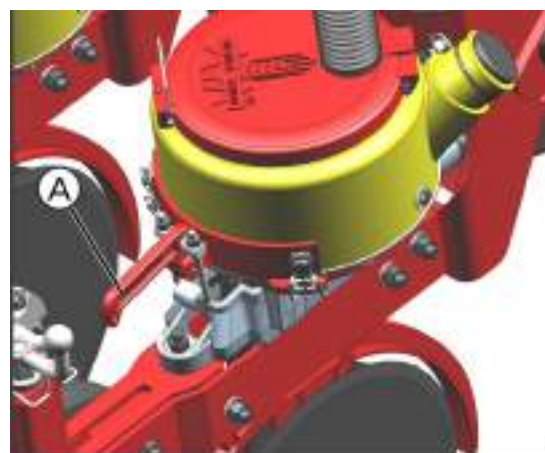

fig. 49
Para a verificação ou substituição dos discos, destrave a alavanca (A) (fig. 49), suspenda o reservatório (B) (fig. 50) e libere o anel base (C) através das presilhas (D).